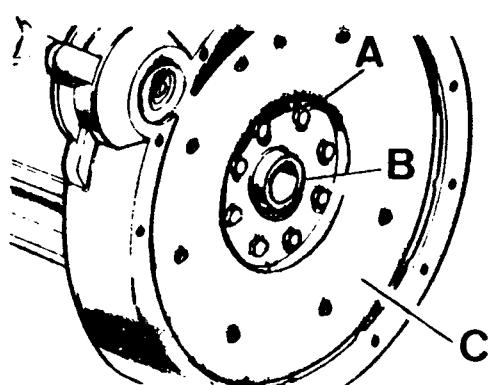

Fig. A1-94 Desmontaje del volante
- 1.4. Desmontar los tornillos, A (Fig. A1-94 que fijan el volante y la placa de freno, B.
- 1.5. Extraer el volante, C (Fig. A1-94), haciendo uso del extractor, 192023.
- 2.2. Instalar la placa freno, B (Fig. A1-94) y los tornillos de fijación del volante, A, aplicándole a las roscas unas gotas de Loctite 601 y apretándolos alternativamente a una tensión de 14 mkg.